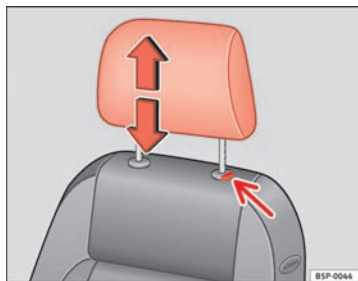

Abb. 69 Kopfstütze einstellen oder ausbauen
- Drücken Sie die Taste ⇒ Abb. 69 (Pfeil).